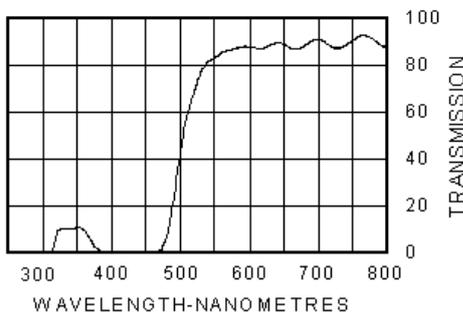
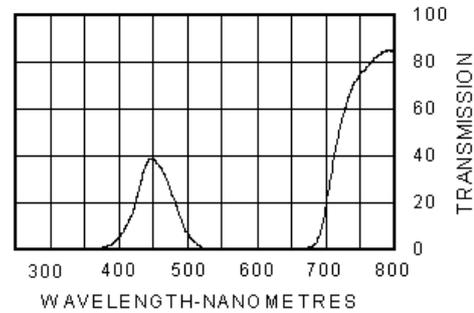

Abbildung 9: Folie CH 101
Abbildung 12: CH 120
- (A5) Identifizieren Sie den gemessenen Farbstoff durch Vergleich mit den Transmissionskurven (Abb. 9 bis Abb. 12). Begründen Sie Ihre Entscheidungen. Benennen Sie den Zusammenhang zwischen Absorptions- und Transmissionsspektrum.